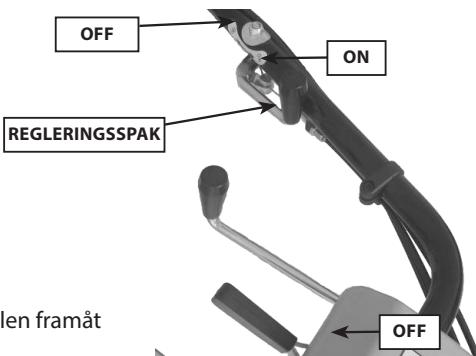

BILD 21
6. Flytta regleringsspaken till kraftuttag till "ON" ( se bild 21)